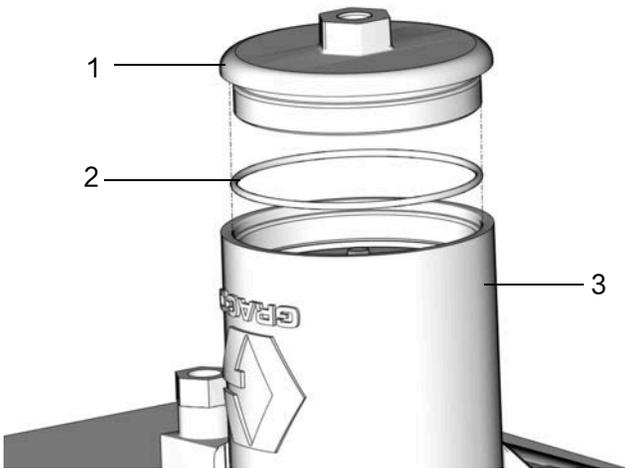

图 21
19. 拆下盖子(1)、盖子O形圈(2)和弹簧(6)。根据所有相关规定正确处置O形圈(图21)。